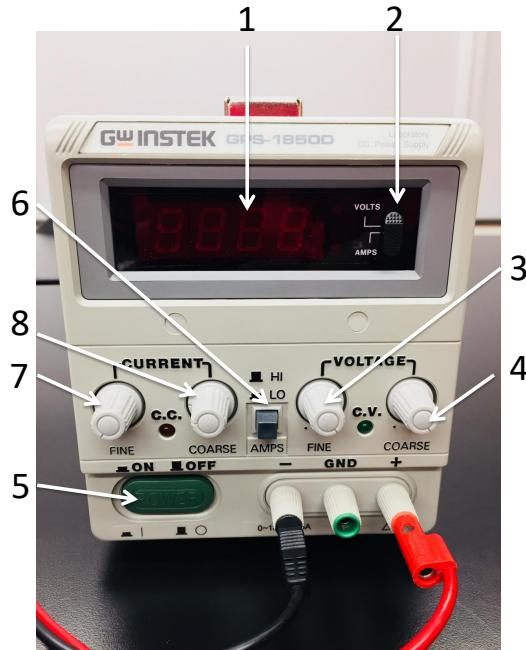

Figure 6: Source de courant
4. Lorsque la source de courant n'est pas en marche et qu'aucune valeur n'apparaît à l'afficheur (numéro 1 à la Figure 6), pesez le montage à aimants à 0.01 gramme près. Notez cette lecture de la balance au Tableau 1 (à la rangée  $I = 0.00$  A).
5. Avant de brancher la source de courant, les deux boutons du voltage (numéros 3 et 4 à la Figure 6) devraient être tournés vers la droite, en position maximale.
6. Mettez la source de courant en marche en appuyant sur le bouton “POWER” (numéro 5 à la Figure 6) . Vérifiez que l’appareil soit ajusté à la grande échelle du courant et qu’il affiche deux décimales (numéro 6 à la Figure 6). Ajustez la source de courant à 0.50 A. Pesez de nouveau le montage et notez cette valeur au Tableau 1 sous la colonne de la lecture de la balance.